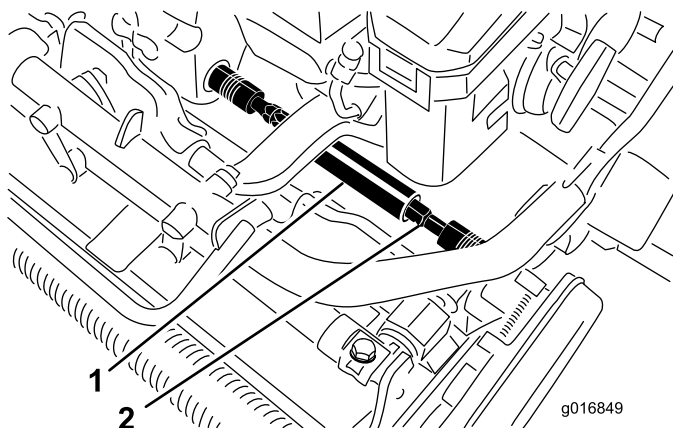

图5
6. 将伸缩式联轴器滑到滚刀组六角轴上，直到感觉到轴上的卡槽位置，将联轴器锁定到位。这可以防止剪草时联轴器活动（图5）。